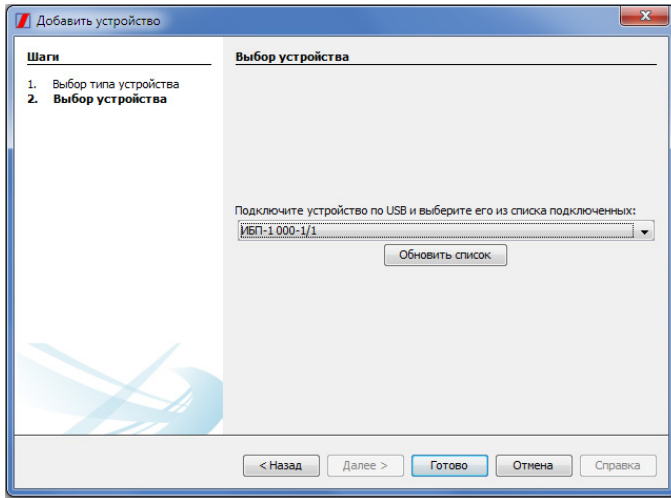

Рисунок 14. Окно выбора устройства при подключении по USB
1. Выбрать устройство из выпадающего списка (**рисунок 14**).